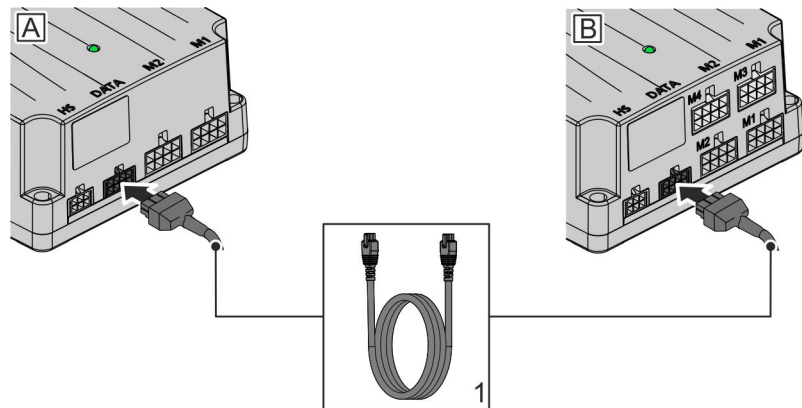

Abb. 26: Steuerungen anschließen
1. ➔ BUS-Kabel (Abb. 26/1) in die Data-Schnittstellen der Steuerungen (Abb. 26/A + B) stecken.